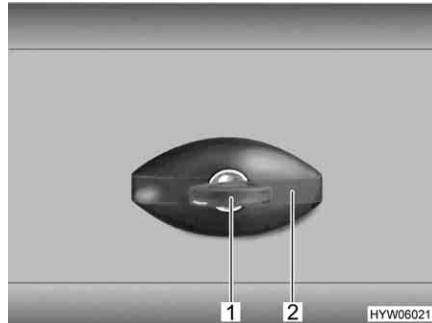

Bild 34 Klappenschloss, ellipsenförmig, verschlossen
- Schlüssel in Schließzylinder (Bild 34,1) stecken und eine viertel Umdrehung entgegen dem Uhrzeigersinn drehen. Schlossgriff (Bild 34,2) schnappt heraus.